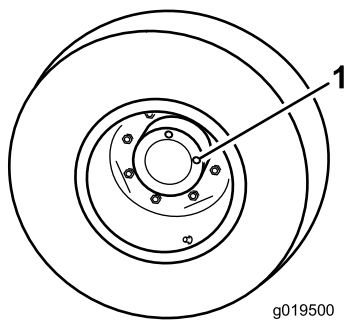

Рисунок 61
1. Поставив машину на ровную поверхность, расположите колесо так, чтобы одна контрольная пробка находилась в положении «12 часов», а вторая — в положении «3 часа» (Рисунок 61).
2. Снимите пробку, находящуюся в положении «3 часа» (Рисунок 61).